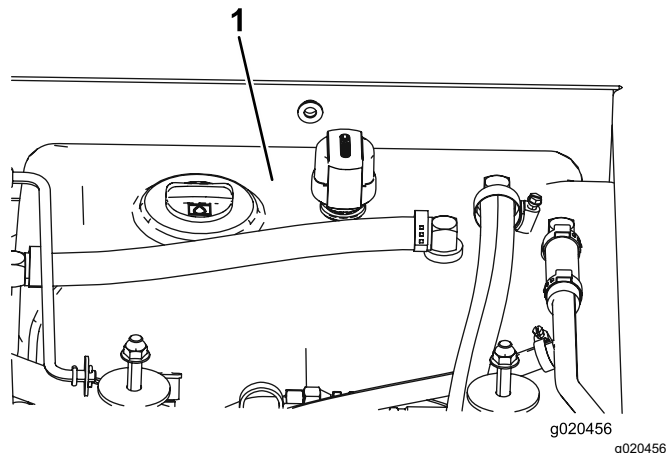

Bild 116
4. Füllen Sie den Hydraulikbehälter (Bild 116) mit Hydrauliköl, siehe Prüfen des Hydrauliköls (Seite 83).